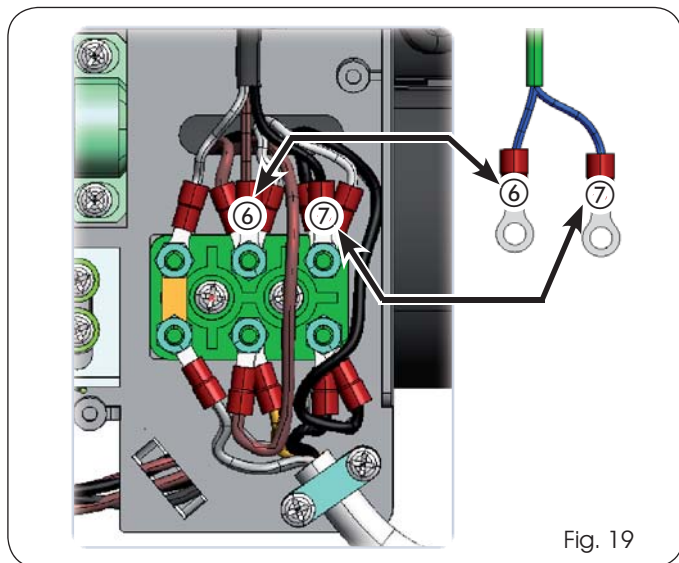

Fig. 19
8. Connecter les deux œillets en provenance de l'électrofrein au bornier du groupe des fins de course d'après la Fig. 19 réf. (6) et (7);